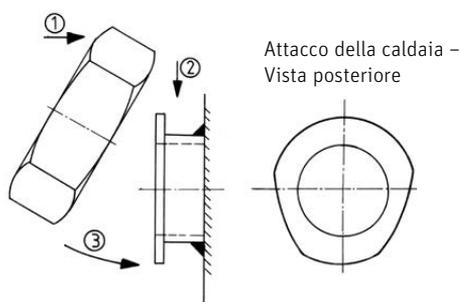

Fig.26 Applicare il dado per raccordi
Apporre il dado per raccordi nella parte superiore dell'attacco della caldaia ①, premere verso il basso ② e imboccare in basso ③ - Fig. 26.